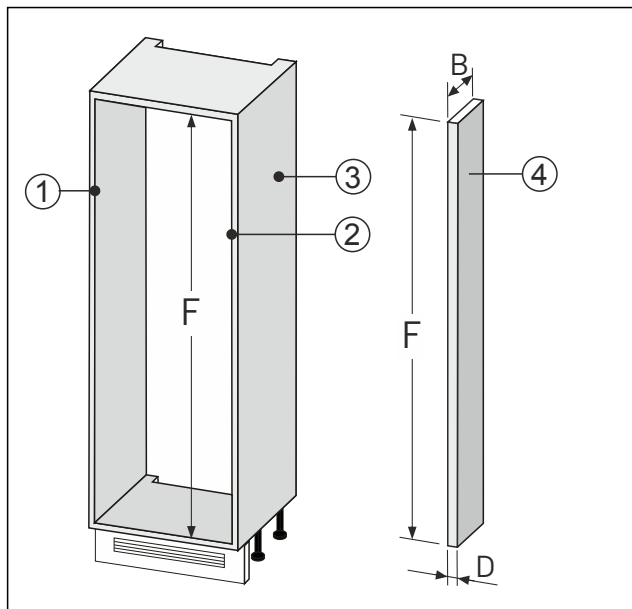

Fig. 89
- Izradite zidnu ispunu Fig. 89 (4) prema gore navedenim dimenzijama.